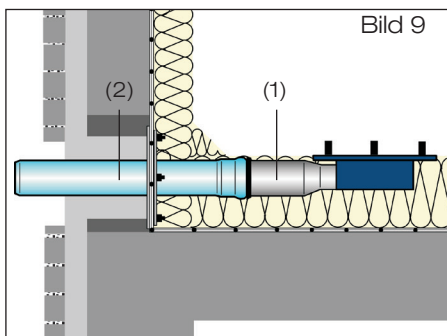

Bild 9
- 2.1 Die Auslaufrohre (1) des Ablaufs bauseits in der Länge anpassen. Die Dichtungen des Schiebeflansches und Rohrenden (2) des LORO-X Rohres mit LORO-X Gleitmittel versehen. Wärmedämmplatte im Bereich des Beckens des Ablaufs aussparen. Der Festflansch des Dachablaufs soll gemäß Flachdachrichtlinien oberflächenbündig in die Unterlage eingelassen werden. Die LORO-X Rohre in die Dichtungen des Schiebeflansches einschieben. Dichtelemente in Rohrmuffen einlegen und mit LORO-X Gleitmittel einstreichen. Die Auslaufrohre des Ablaufs mit LORO-X Gleitmittel versehen. Die Auslaufrohre in die Dichtelemente des LORO-X Rohres einschieben. Den Ablauf sowie die Wärmedämmplatten fixieren (Bild 9). Entstandene Hohlräume in der Wärmedämmung mit geeigneten Materialien schließen. Auslaufrohre im Wandbereich mit ausreichender Wärmedämmung versehen. Wärmedämmplatten verlegen.